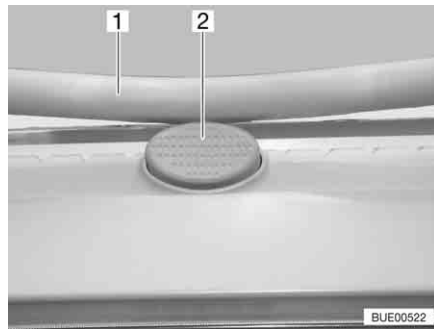

Fig. 110 Bouton de sûreté sur le lanterneau Heki
- Appuyer sur le bouton de sécurité (Fig. 110,2) et tirer l'étrier (Fig. 110,1) vers le bas avec les deux mains.
- Pousser l'étrier vers le haut avec les deux mains jusqu'à ce que ce dernier se trouve au-dessus du bouton de sûreté (Fig. 110,2).